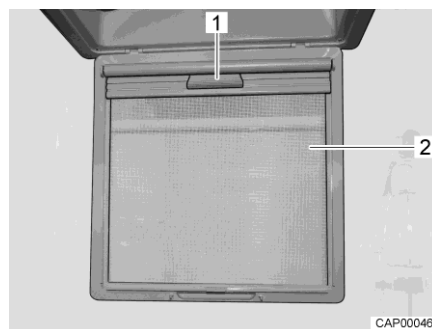

Bild 62 Mörklägningsrullgardin
- Fäll ned insektsskyddet (Bild 62,2).
- Dra ned mörklägningsrullgardinen på handtaget (Bild 62,1) tills den låser fast på motsatt sida.
- Lossa mörkläggningsrullgardinen på handtaget (Bild 62,1) och för den långsamt tillbaka till utgångsläget.
- Fäll upp insektsskyddet (Bild 62,2) så att det hakar i.